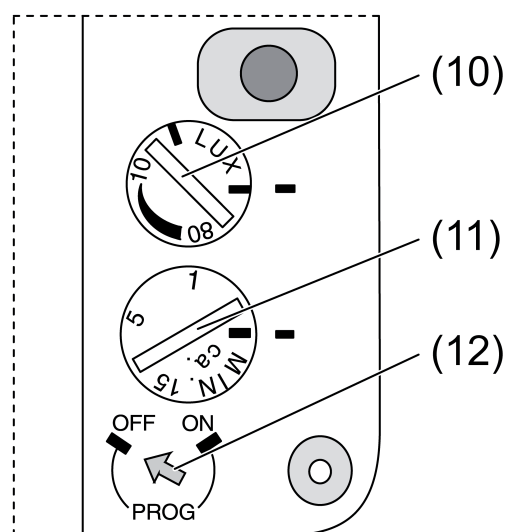

Bild 9: Einsteller
- Helligkeits-Einsteller (10) auf den gewünschten Wert drehen (Bild 9). Empfehlung: Eine Einstellung von 10 Lux aktiviert das Gerät bei Dämmerungsbeginn.
- Einschaltdauer-Einsteller (11) auf den gewünschten Wert drehen (Bild 9). Die Einschaltdauer ist von ca. 10 Sekunden bis ca. 15 Minuten einstellbar.
- Drehschalter **PROG** (12) auf **ON** drehen um den Programmiermodus zu aktivieren (Bild 9). Rote LED blinkt.